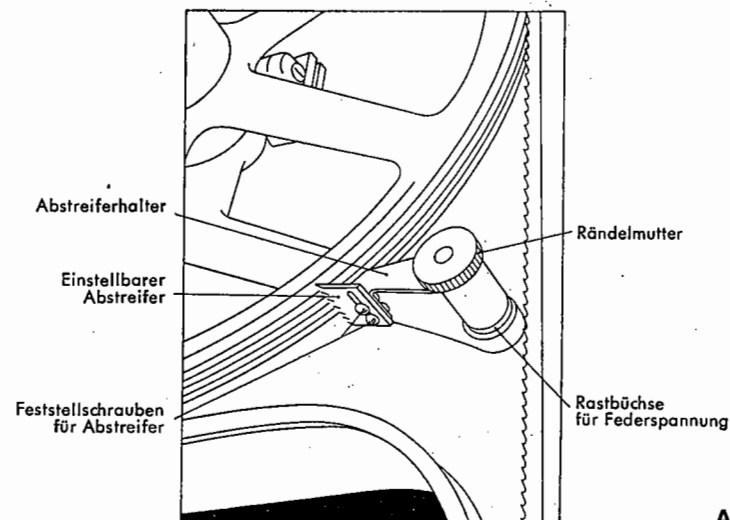
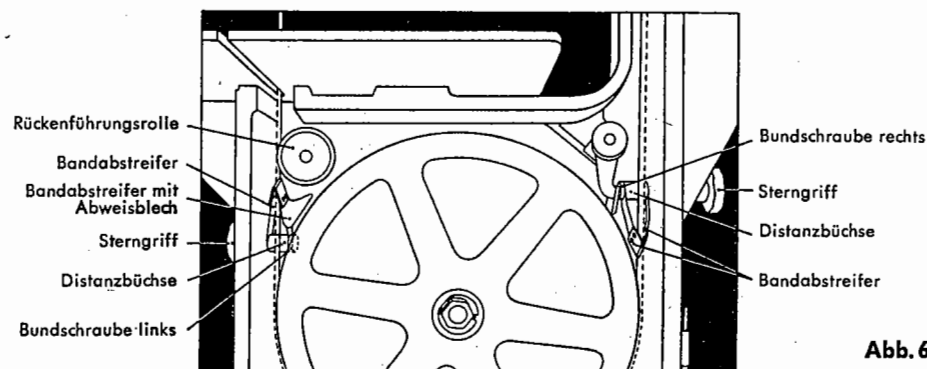

Abb. 5
Abb. 6
9. Reinigen der Maschine (Abb. 5 und Abb. 6)
Das Antriebs- und Führungsrad wird automatisch durch federnde Abstreifer gereinigt (Abb. 5). Das ist für die Standsicherheit des Bandsägeblatts notwendig. Um diesen Vorgang stets zu gewährleisten, müssen die Abstreifer **täglich** von Knochenmehl und Schmutz befreit werden. Man zieht sie nach Abschrauben der Rändelmutter heraus und reinigt sie. Der Federdruck kann durch Rasten in der Rastbüchse (siehe Abb. 5) nachgestellt werden. Wenn der Abstreifer am Rad anliegt, muß die Rastbüchse noch einen Zahn mehr gespannt werden, so ergibt sich die richtige Spannung für die Abstreifer.
Im Ständerunterteil sind noch 2 Bandabstreifer angebracht (Abb. 6). Ihre Aufgabe ist es, das fetthaltige und klebrige Knochen- und Fleischmehl sofort nach dem Schnitt auf beiden Sägebandseiten zu entfernen, damit zur Schnitt-
stelle immer ein sauberes Band gelangt. Auch diese Abstreifer müssen, um ein sauberes Arbeiten zu gewährleisten, **täglich** von Fett und Knochenmehl gereinigt werden. Sie können durch Lösen der beiden Sterngriffe (Abb. 6) auf der Außenseite des Ständers leicht herausgenommen werden. Beim Einsetzen der Bandabstreifer muß darauf geachtet werden, daß nach dem Einregulieren des Sägebandes die vorderen Kanten mit der Spitze der Sägezähne abschließen.
Im Anschluß an die Reinigung müssen bewegliche Schrauben, gleitende Eisenteile usw. mit einigen Tropfen Öl versehen werden. Die beiden Schmiernippel an den Rückenführungsrollen (Abb. 6) müssen alle drei bis vier Wochen und die Schmiernippel am Schieber jede Woche mit der mitgelieferten Fettpresse geschmiert werden.